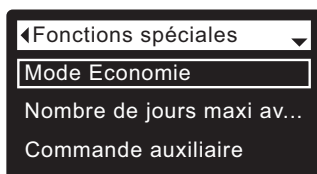

FIG. 82
5. Appuyez sur le sélecteur (O) pour afficher le menu des fonctions spéciales (cf. Figure 82).
9. Appuyez sur le sélecteur (O) : l'afficheur revient au menu des fonctions spéciales (cf. Figure 82).